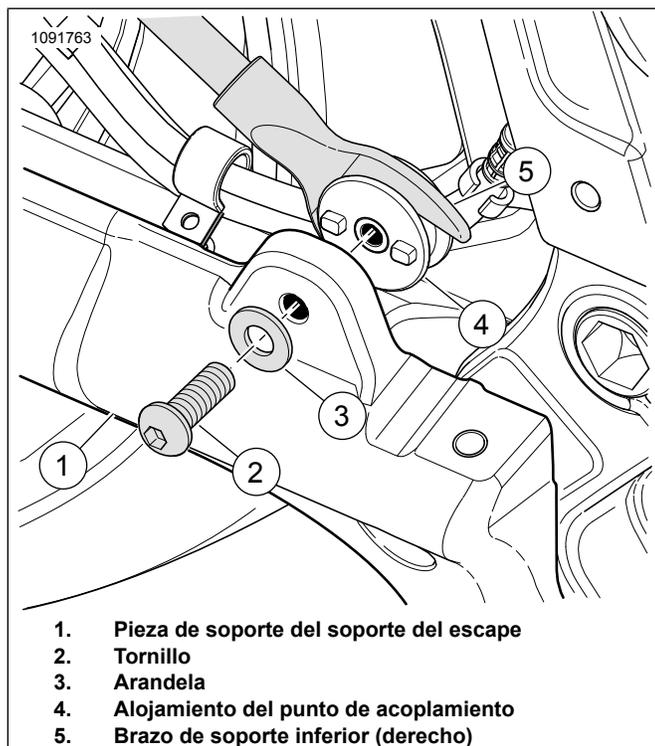

Figura 3. Soporte de acoplamiento (lado derecho)
1. Vea Figura 3 . Instale el alojamiento del punto de acoplamiento del lado derecho.
- a. Acople los nudos del alojamiento del punto de acoplamiento (4) con los orificios de la abrazadera de soporte del escape (1).
- b. Instale la arandela (3) en el tornillo (2).